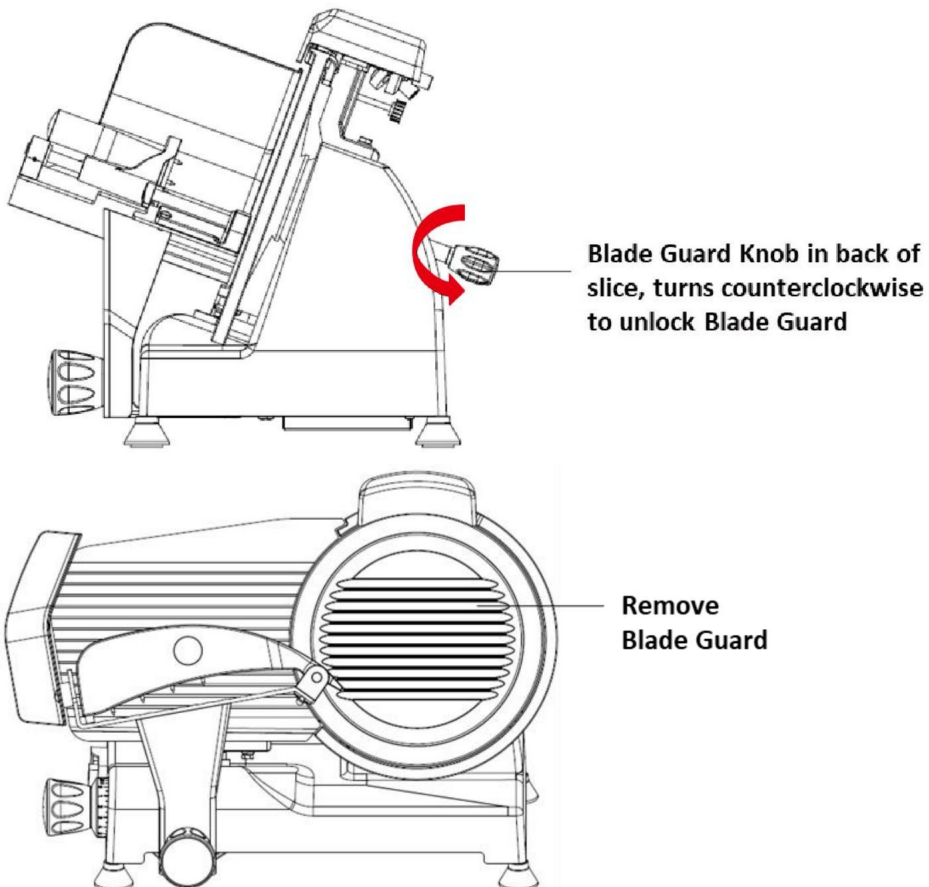

Abb. 3
5. Legen Sie eine Hand flach auf den Klingenschutz (Teil ȳ) und drehen Sie den schwarzen Klingenschutzknopf (ȳ, auf der Rückseite des Hobels hinter der Klinge) gegen den Uhrzeigersinn, bis der Klingenschutz (ȳ) freigegeben wird. (Siehe Abb. 3)
6. Entfernen Sie die drei Kreuzschlitzschrauben, mit denen die Klinge befestigt ist (Teil ȳ). (Siehe Abb. 3)